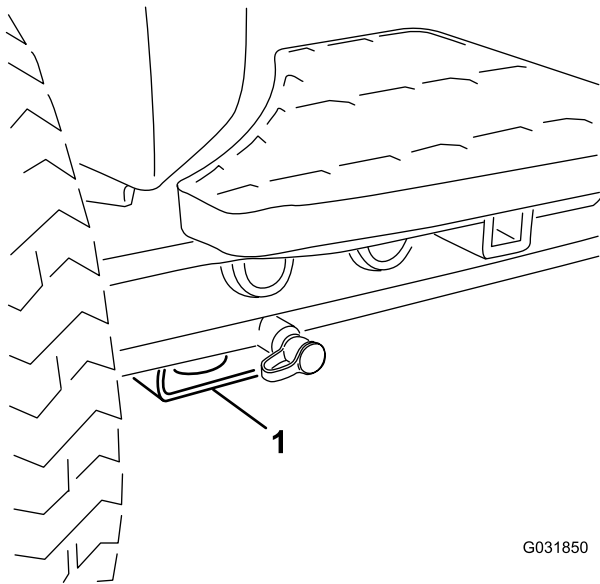

Figura 70
- Dianteira – pastilha retangular, por baixo do tubo do eixo, dentro de cada pneu dianteiro (Figura 70).